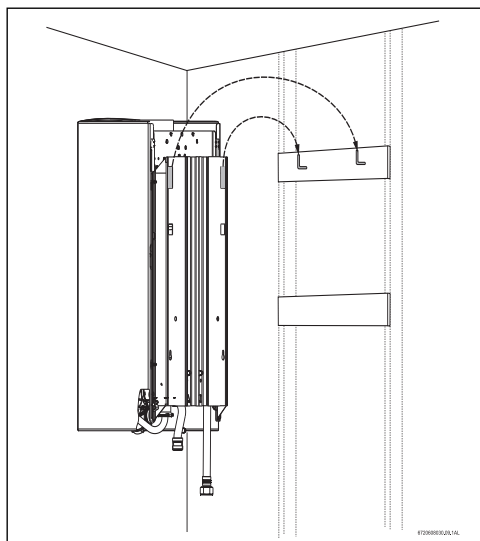

Fig. 8 Accrochage du chauffe-eau au mur
- Accrochez le chauffe-eau aux deux pitons (voir la Fig. 8).